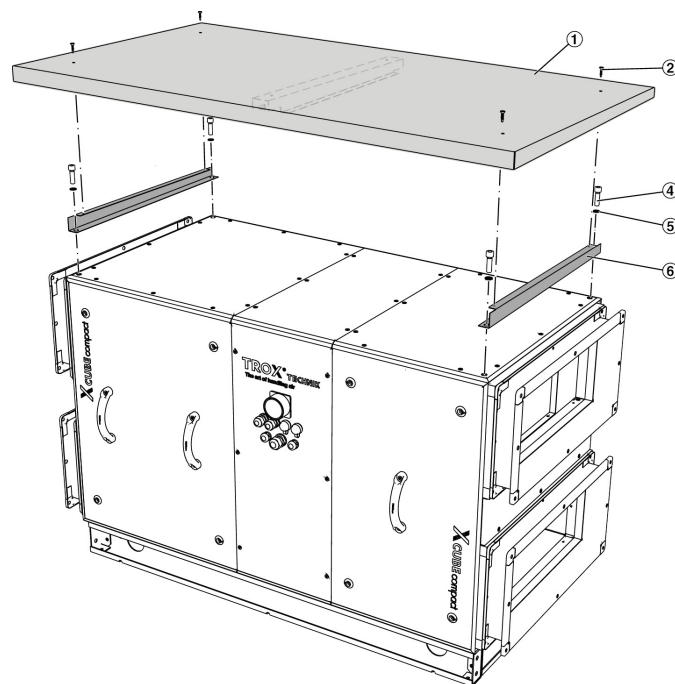

Рис. 15: Сборка крыши
2. ► Если к верхним углам установки были ранее закреплены точки подвеса, удалите их. Закрепите левую и правую опоры кровли (Рис. 15/6) двумя винтами с цилиндрической головкой (Рис. 15/4) и уплотнением (Рис. 15/5) к верхним углам установки.
3. ► Положите крышу (Рис. 15/1) на центральный кондиционер, опоры кровли направлены вниз, и закрепите ее самонарезающимися винтами (Рис. 15/2).